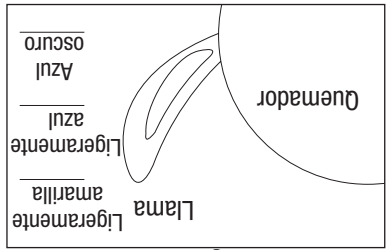

Figura 9
- Después de encender el quemador observe su llama y asegúrese de que todos los orificios estén encendidos y que la altura de la llama corresponda a la del diagrama (vea Figura 9).